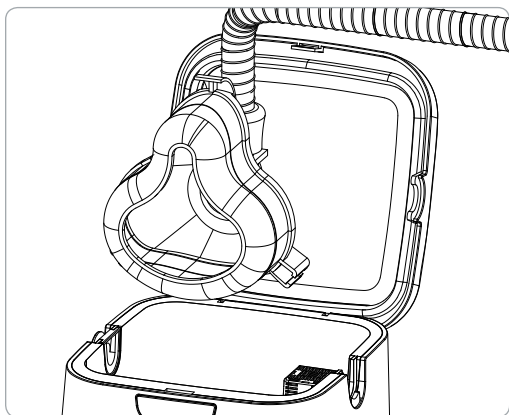

Figure 7. Déposez le masque de PPC dans le réservoir de désinfection
4. Déposez votre masque dans le réservoir de désinfection en plaçant le tuyau de PPC attaché dans l'emplacement pour tuyau ouvert, du côté opposé au bouchon amovible d'emplacement pour tuyau (figure 7).